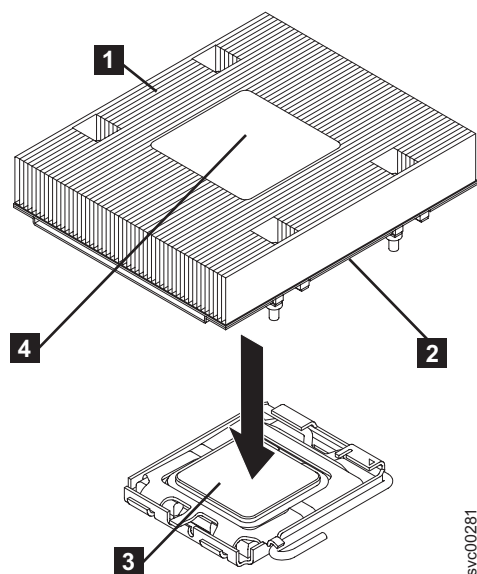

図 228. ヒートシンクの取り付け
7. ヒートシンク **1** をマイクロプロセッサ **3** の上に置きます。熱伝導グリース **2** を下にします (651 ページの図 228 を参照)。拘束ねじを締めてヒートシンクをシステム・ボードに固定します。ヒートシンクの両側にある各ねじの間を、お互いがぴったり合うように締めながら、固く締まるまで交互に繰り返します。ここで注意すべきは、これらのねじのいずれも締めすぎないことです。